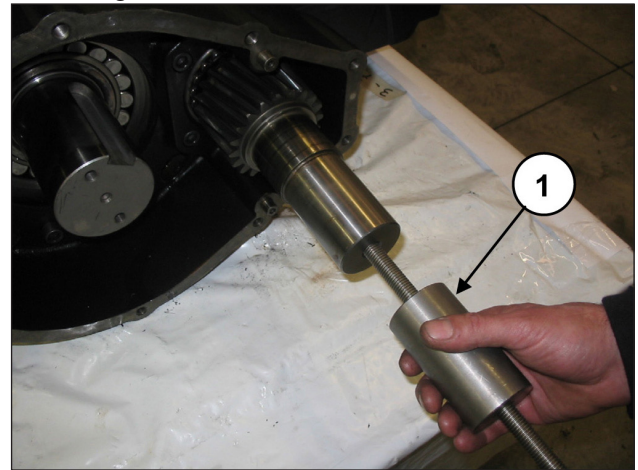

Abb. 14
Nehmen Sie das Ritzel mithilfe eines Abziehers mit Schlagwerk an Bohrung M14 ab (Pos. ①, Abb. 14).